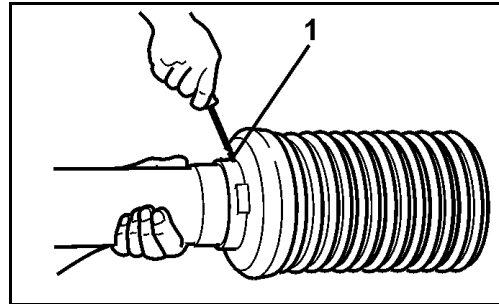

Рис. 45
2. Выверните фиксирующий винт (Рис. 45/1) на защитной воронке.